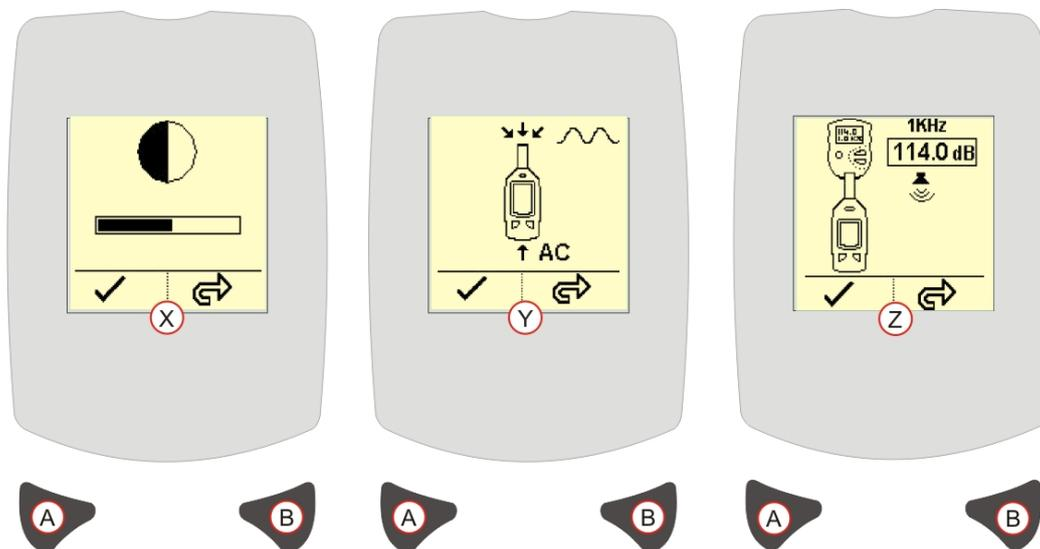

Figure 9 Menu de configuration
Le menu de configuration (voir la figure 9) est utilisé pour modifier le contraste de l'écran, le niveau de calibrage et la source d'entrée de signal.
CONTRASTE DE L'ÉCRAN – [Figure 9 Référence X] Appuyez sur la touche droite (B) pour régler le contraste. Lorsque vous êtes satisfait du contraste, appuyez sur la touche gauche (A) pour accepter les changements et aller à l'écran de niveau de calibrage.
SOURCE D'ENTRÉE DE SIGNAL - [Figure 9 Référence Y].
NIVEAU DE CALIBRAGE - [Figure 9 Référence Z]. Cet écran est utilisé pour régler le niveau de sortie nominal du calibreur acoustique, par ex. 114,0 dB. Appuyez sur la touche droite (B) pour régler le niveau de calibrage. Consultez le certificat de calibrage du calibreur acoustique pour le niveau de sortie du calibreur. Appuyez sur la touche (A) pour accepter les changements et aller à l'écran de mesure principal.